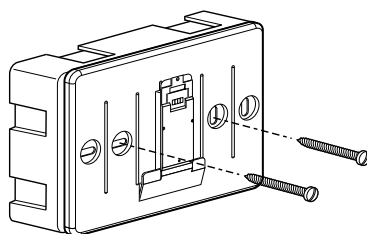

fig. 2
- fijar la base del aparato a la caja en la pared, utilizando los tornillos del kit (fig.2),